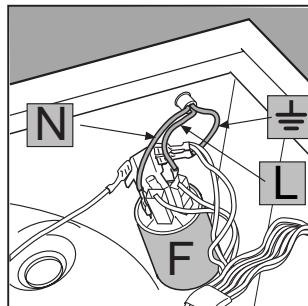

Рис. 4
3. Отсоедините провода от подавителя радиопомех F (рис. 4). Обратите внимание на цвет и расположение проводов: **синий** = провод N, **коричневый** = провод L. Последним отсоедините провод заземления  $\text{---}$ .